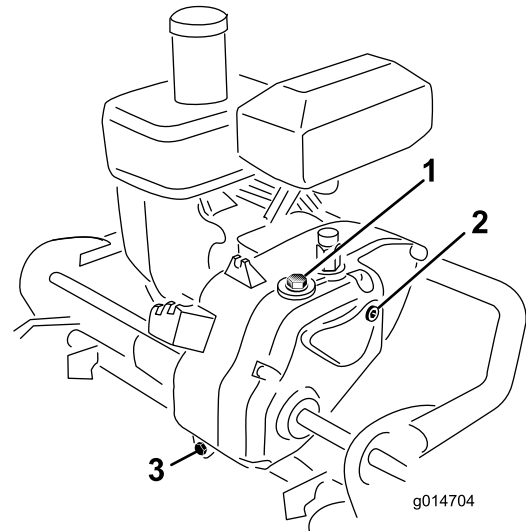

Bild 33
2. Nehmen Sie die Prüf-/Füllschraube aus der rechten Getriebeseite heraus (Bild 33).